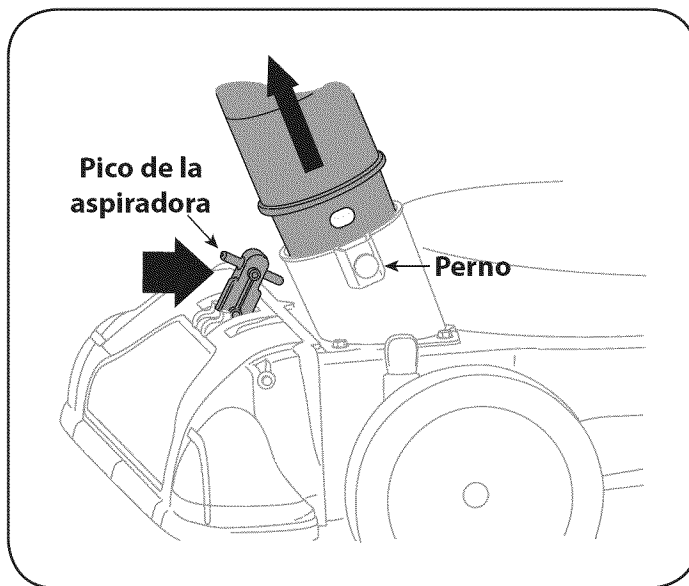

Figura 18
1. Coloque la palanca del pico / manguera de la aspiradora en la posición superior del pico para aspirar a través del mismo. Vea la Figura 18.